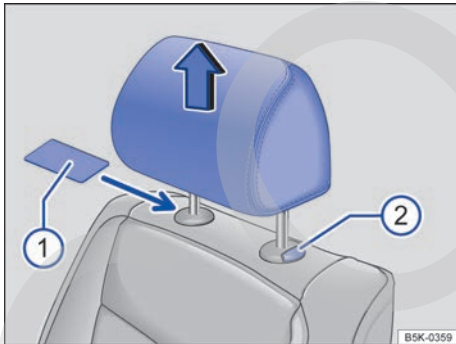

Fig. 85 Desmontaje de los apoyacabezas delanteros.
- De ser necesario, para desbloquearlo puede introducir un objeto plano (una tarjeta de plástico, p. ej.) entre el tapizado del respaldo y la tapa de la barra del apoyacabezas → fig. 85 ①.
- Extraiga el apoyacabezas completamente a la vez que presiona la tecla ②.